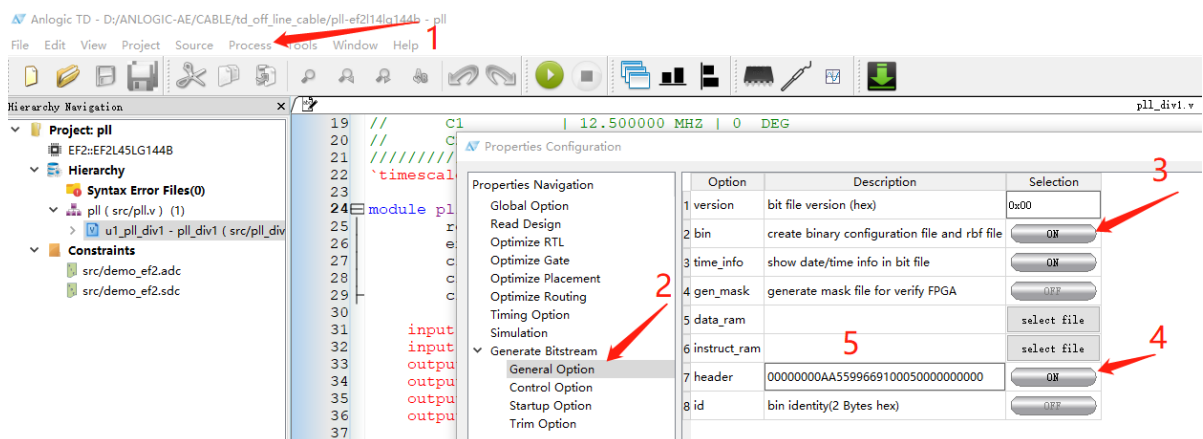

图 3-2 工程 Bin 文件配置界面
1. 工程目标 bin 文件, 图 3-2 中“3”位置对应生成的文件, 在离线下载器 Flash 固件中存放的起始地址为: 0x000000。
2. Header 头文件, 图 3-2 中“5”位置对应生成的文件, 在离线下载器 Flash 固件中存放的起始地址为: 0x0E0000, 其文件信息及生成方法见 3.1 节。